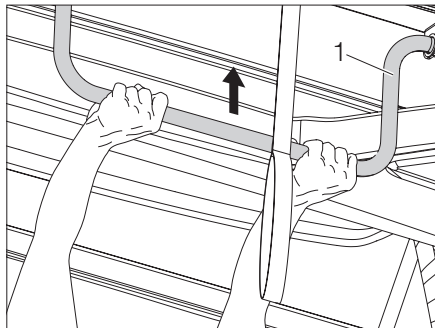

Bild 35 Aufstelldach hochstellen
- ▶ Aufstelldach am Bügel (Bild 35,1) nach oben drücken.